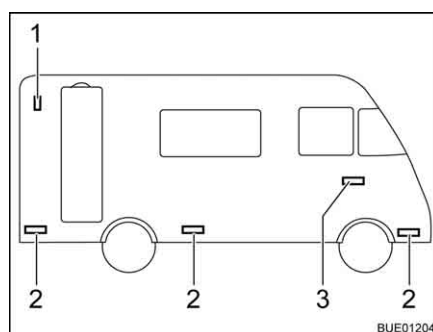

Fig. 275 Luci laterali
La luce di sagoma (Fig. 275,1) è montata sopra la zona posteriore.
**Luci di ingombro** Le luci di ingombro (Fig. 275,2) sono montate nella zona inferiore del veicolo.